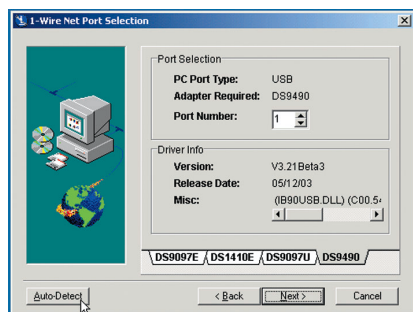

Figura 9: Finestra di dialogo per la selezione dell'adattatore 1-Wire
Alla comparsa della finestra mostrata in figura 9, premete il pulsante *Auto-Detect* in basso a sinistra e ignorate il messaggio
- il *Default 1-Wire Net* per la scelta dell'adattatore (figura 9), nel caso in cui lo si voglia cambiare;